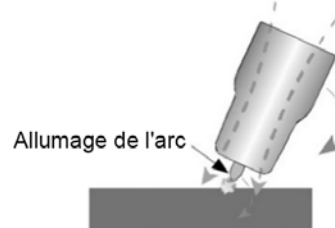

Fig. 52
6. Tournez maintenant la coupelle de gaz dans le sens contraire pour soulever l'électrode de tungstène de la pièce à travailler afin de créer l'arc (fig. 52 et 53).